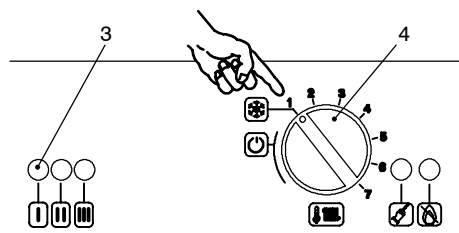

fig. 6.4
- 13 Dare alimentazione elettrica alla caldaia (interruttore bipolare); la lampada di segnalazione 3 in fig. 6.4 si accende circa ogni quattro secondi.
- 14 Ruotare il selettore di funzione 4 come in fig. 6.4